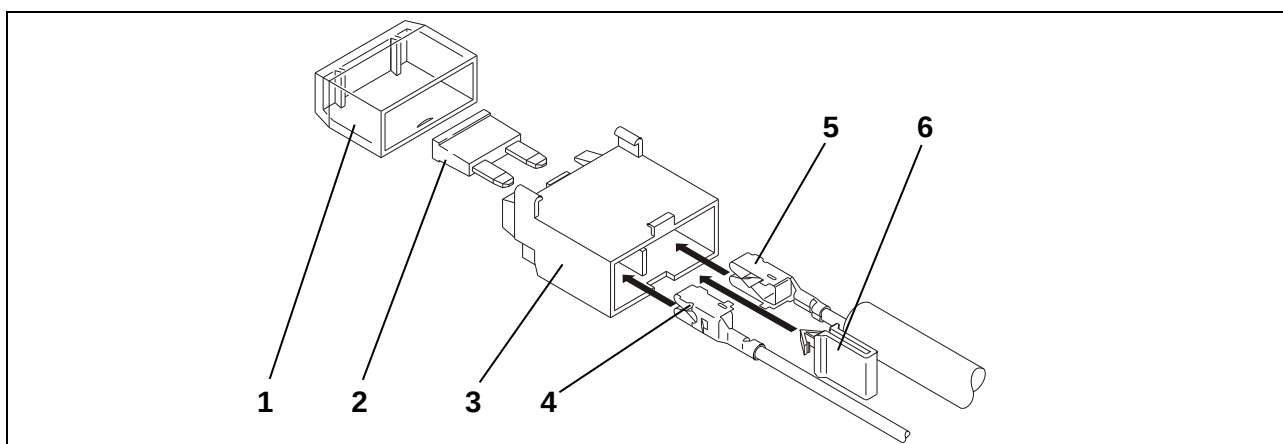

Fig. 2: Sammansättning av säkringshållare
18. Tryck in de två röda kablarna med snabbkopplingar (fig. 2/5) och den röd/blåa kabeln med snabbkoppling (fig. 2/4) i första säkringshållaren.
19. Tryck in den enkla röda kabeln (fig. 2/5) och den röd/svarta kabeln (fig. 2/4) i den andra säkringshållaren.
20. Montera gul clips se (fig. 2/6).
21. Montera säkring se (fig. 2/2) och kåpa (fig. 2/1).